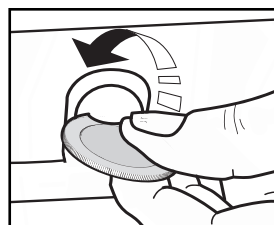

Fig. 4
1. Avlägsna skruvarna och deras bricker till höger och vänster med hjälp av ett mynt eller specialverktyg (Fig. 4).